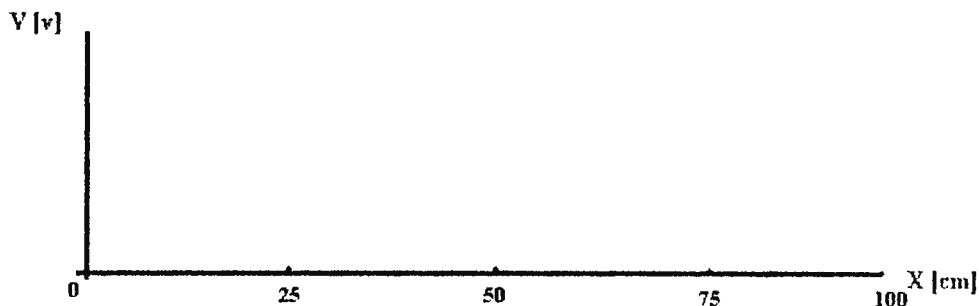

FIGURA 9
- 6- Con los probadores de mano determinar la distribución de voltaje y de corriente de la línea; Estos datos serán tomados en los puntos de inflexión específicos, es decir en los puntos de cresta y de valle de la distribución (máximos y mínimos respectivamente). Para tal propósito se desplazaran los probadores de la manera correcta, sobre la línea de transmisión deteniéndose donde se obtenga un valor máximo o mínimo. Los valores obtenidos se representarán en uno de los ejes coordenados que se muestran en la figura 9.1
Para detectar la distribución de voltaje se coloca el probador a una distancia de aproximadamente de 6 mm a la par de la línea de transmisión, desplazando el probador a lo largo de la línea, para detectar los puntos máximos y mínimos, dibujándolos después en la figura 9 del procedimiento.